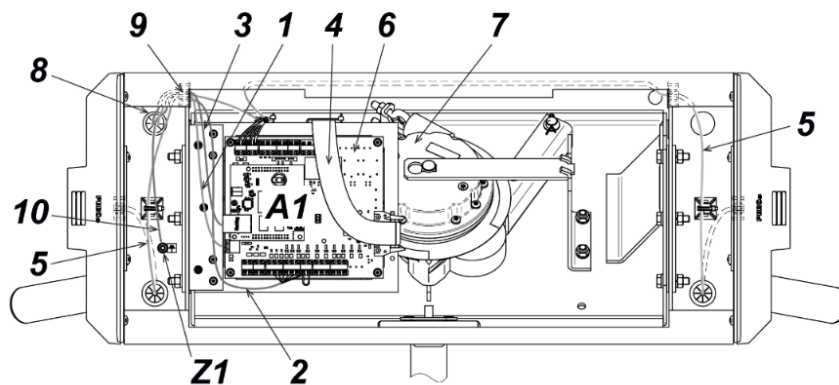

Рисунок 13. Схема прокладки кабелей в стойке ЭП
6. Подготовьте в полу отверстия под гильзы анкеров для крепления стойки ЭП. Установку и крепление стойки производите после прокладки всех кабелей в кабельном канале и внутри стойки. Схема прокладки кабелей в стойке и места расположения отверстий, в которые следует установить изоляционные втулки из комплекта поставки, показана на рис. 13.
8. Снимите крышку стойки ЭП (3), открыв ключом замок (4) (см. разд. 6).
10. Протяните кабели внутри стойки. Рекомендуемое расположение кабелей при прокладке внутри стойки показано на рис. 13.
16. Выполните заземление стойки ЭП в соответствии с требованиями ПУЭ («Правила устройства электроустановок»). Контакт заземления **Z** находится под крышкой стойки (3), слева от плат контроллера (см. рис. 13).
17. Проверьте правильность и надежность всех электрических подключений. При помощи площадок самоклеящихся и стяжек неоткрывающихся из комплекта поставки закрепите все кабели. После подключения всех кабелей и закрепления стойки на полу установите на место крышку (3) (см. разд. 6). Закройте заглушками Ø30 мм из комплекта поставки четыре отверстия для анкерных болтов в основании (2) и вспомогательное отверстие для подводки кабелей в нижней части каркаса (1) (если оно не используется).
18. Для установки в рабочее положение преграждающих планок снимите с поворотного механизма крышку (6), отвернув винт М4×25. Отверните болт М8×30, установленный на преграждающей планке (5). Установите преграждающую планку в соответствующее посадочное место и зафиксируйте болтом. Под головку болта установите пружинную шайбу. Затяжка болтов должна обеспечивать надежную фиксацию преграждающей планки (без люфта). Повторите операции при установке остальных преграждающих планок. Установите на место крышку (6) согласно рекомендациям разд.6.